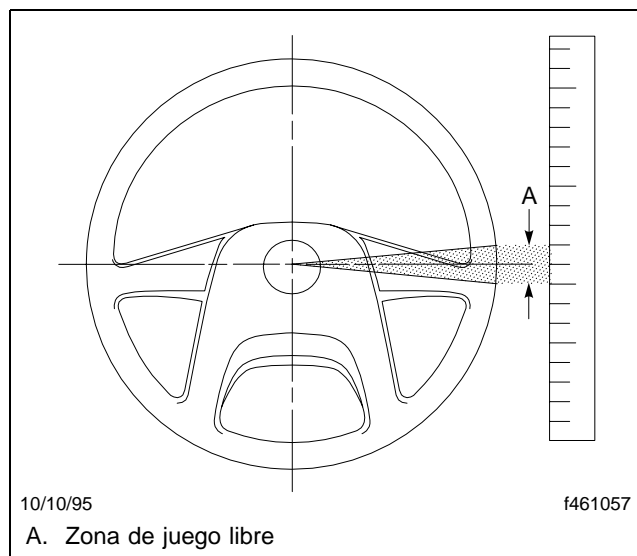

Figura 11.8, Cómo medir el juego libre del volante
20. Revise el volante para ver si hay juego excesivo. Con los neumáticos delanteros hacia adelante, gire el volante hasta que se detecte movimiento de las ruedas delanteras. Alinee un punto de referencia con una regla, y luego gire lentamente el volante en sentido contrario, hasta que se detecte otra vez movimiento en las ruedas. Mida el juego libre en la circunferencia exterior del volante. Vea la **Figura 11.8**.